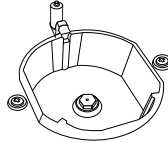
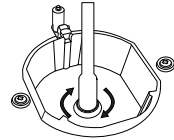

Figura 3
Figura 4
2. Elimine la boquilla (figura 3) del quemador con una herramienta especial e instale una nueva boquilla (figura 4)